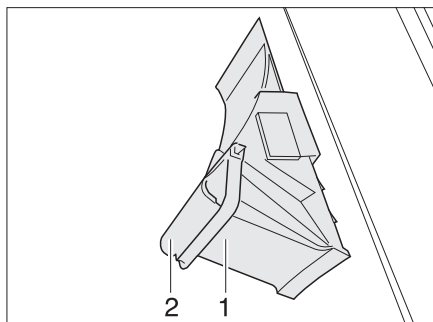

Fig. 15 Cuneo d'arresto
- Ruotare la staffa di supporto (Fig. 15,2) verso il basso.
- Prelevare il cuneo d'arresto (Fig. 15,1) dal supporto.